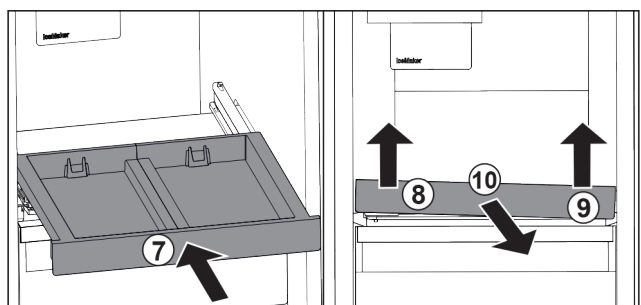

Fig. 102
- Rentrer le compartiment coulissant. Fig. 102 (7)
- Soulever le compartiment coulissant au niveau de la partie avant gauche. Fig. 102 (8)
- Soulever le compartiment coulissant au niveau de la partie avant droite. Fig. 102 (9)
- Retirer le compartiment coulissant par l'avant. Fig. 102 (10)